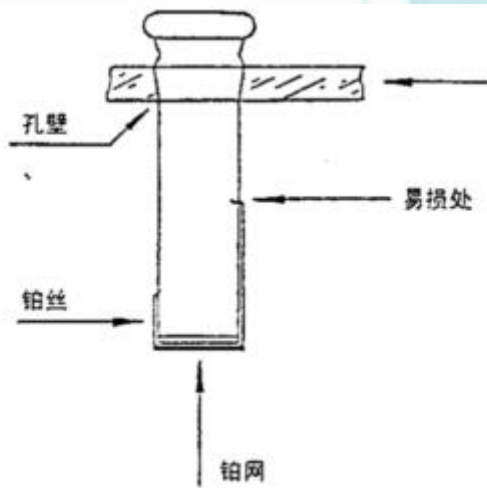

图 9
1、当要拆卸阴极室时,因为铂金丝和铂金网是从阴极室的磨口连接部分的横截面上伸出,所以应注意不要碰到滴定池的顶端和孔壁(如下图9)。